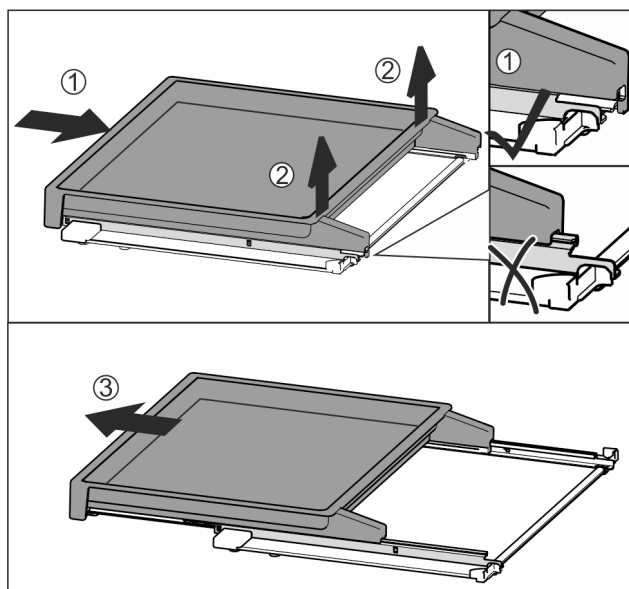

Fig. 133
- ▶ Spingere completamente il ripiano estraibile Fig. 133 (1).
- ▶ Staccare il blocco sul lato posteriore Fig. 133 (2).
- ▶ Estrarre in avanti il ripiano estraibile Fig. 133 (3).